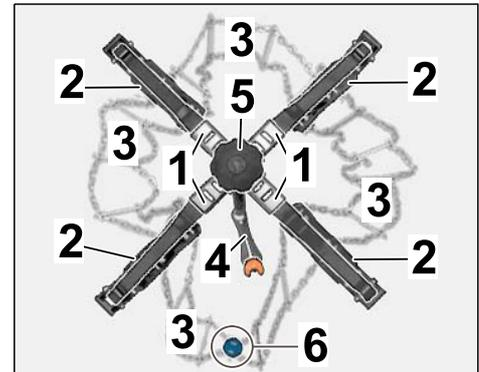

Figure 6
2.2.1 Ouvrir les bras en acier à ressort en acier avec les griffes en plastique de la chaîne à neige et ordonner le filet de chaîne (⇒ Figure 6).